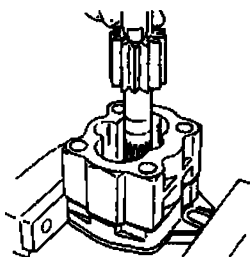

图 3-42 安装齿轮侧衬板
4) 在齿轮侧面装上衬板, 使沟槽对准齿轮点, 不要将吸油口侧与排油口侧混淆, 如图 3-42 所示。